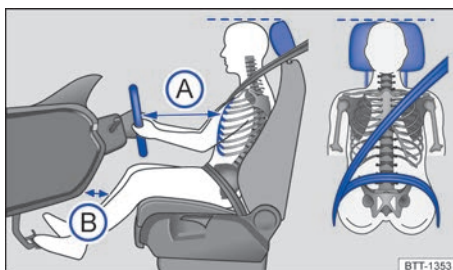

Fig. 20 Distância correta do condutor em relação ao volante, posição correta do cadarço do cinto de segurança e ajuste correto do apoio para cabeça.
- Ajustar o banco de modo que a distância entre o volante e o tórax tenha no mínimo 25 cm → Fig. 20 A e que o condutor possa segurar o volante pela borda externa com as duas mãos e os braços ligeiramente flexionados.
- Ajustar o banco do condutor na direção longitudinal de modo que os pedais possam ser acionados com as pernas ligeiramente arqueadas e a distância para o painel de instrumentos na área do joelho seja de, no mínimo, 10 cm → Fig. 20 B
- Para os bancos com apoio para cabeça: ajustar o apoio para cabeça de modo que a sua borda superior se encontre preferencialmente na mesma linha da parte superior da cabeça → Fig. 20 – porém não abaixo da altura dos olhos. Posicionar a parte posterior da cabeça o mais perto possível do apoio para cabeça.